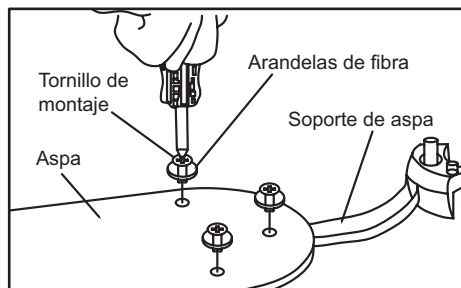

Figura 9
1. Fija el aspa a su soporte con los tornillos provistos según se muestra en la Figura 9. Inserta el tornillo en el soporte. Repite para los otros dos tornillos.